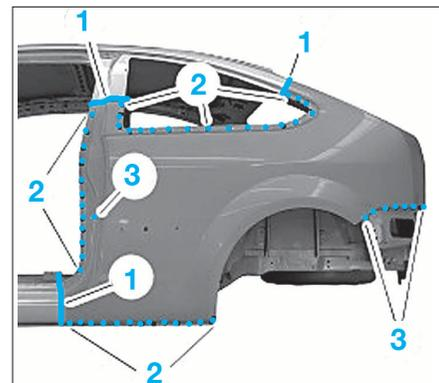

FIG. 66
- Souder en cordon continu sous protection gazeuse les zones (1) (Fig.66).